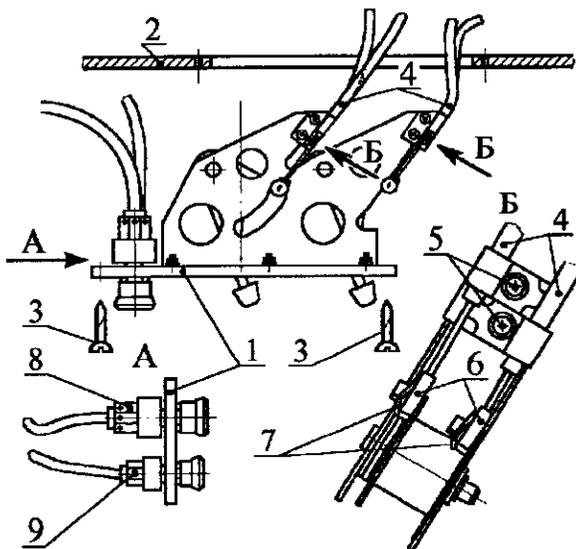

Рис. 16. Снятие блока управления климатической установкой:
4.21. Снять блок 1 (рис. 16) управления климатической установкой из панели приборов 2